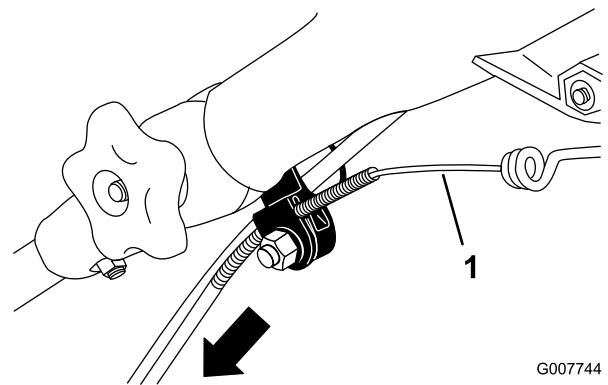

Bild 37
3. Ziehen Sie den Kabelmantel nach unten, bis der freigelegte Zug kein Spiel mehr hat (Bild 37).